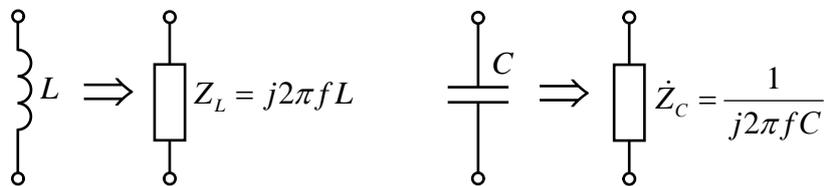

Рис. 1. Замена реактивных элементов комплексными сопротивлениями.
2) реактивные элементы (ёмкость и индуктивность) заменить на комплексные сопротивления согласно рис. 1;